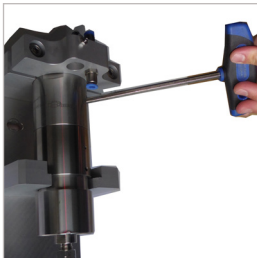

Figure 12
- ▶ S'il existe, passez l'insert d'about (pos. 4), avec le flexible de remplissage monté, par la bague de guidage (pos. 9) du support de fixation au distributeur.
- ▶ Tournez l'actionnement excentrique (pos. 2) de 180° à l'aide d'une clé Allen SW6 (Figure 12)